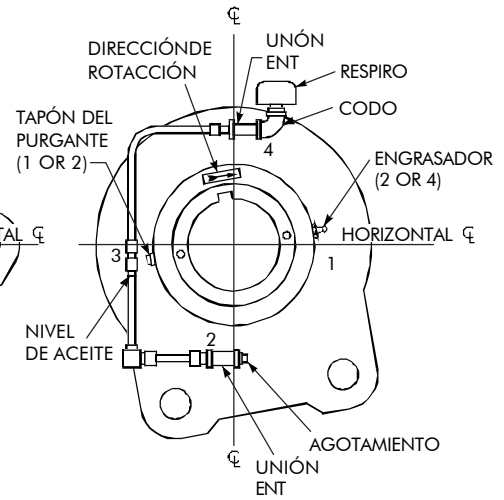

Figura 12
6. Con la mirilla puesta en su posición vertical, localice y quite el tapón que esté más cerca de del extremo no fijado del subensamble de mirilla/tubería. Este tapón puede estar en la cubierta del freno de contravuelta (Figuras 10 y 11) o en la conexión "T" más alta (Figura 12). Instale la conexión, pero NO APRIETE todavía.